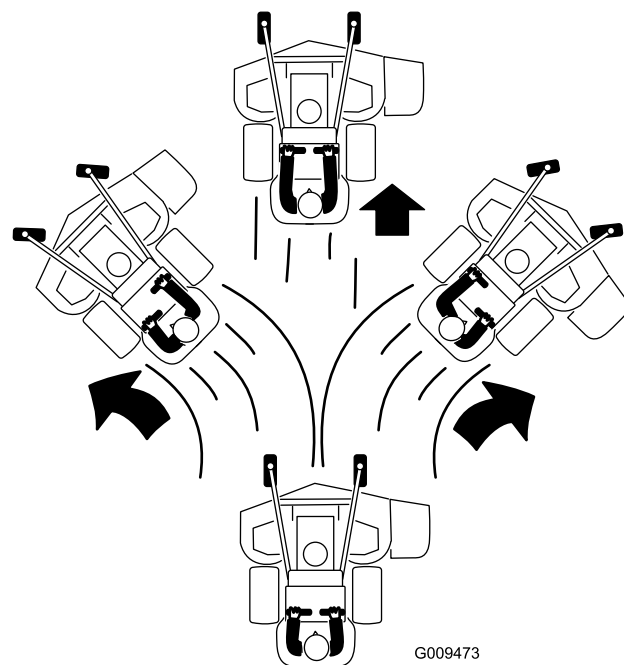

Figure 19
- Poussez les leviers de commande de déplacement lentement en avant (Figure 19).